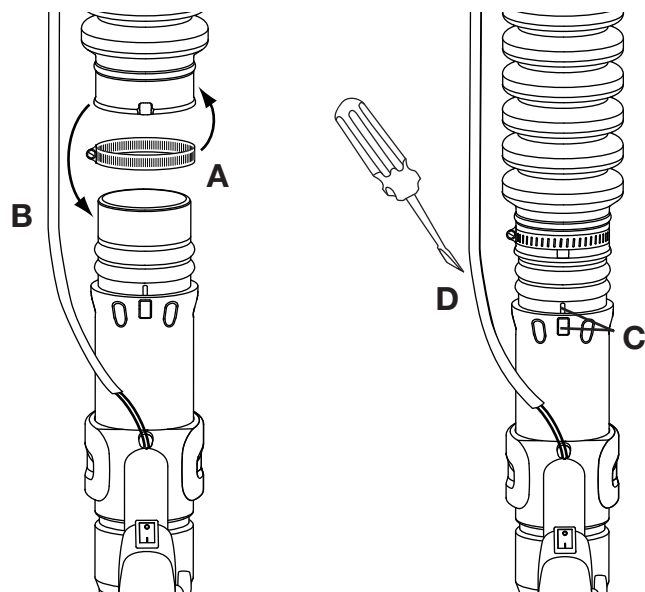

Fig. 2
1. Placer un collier de serrage à l'autre extrémité du tube flexible (Fig. 2, A).
2. Glisser cette extrémité du tube avec le collier de serrage en place sur l'extrémité supérieure du tube de soufflage supérieur (Fig. 2, B).
3. Aligner la bosse sur le tube flexible avec celle du tube de soufflage supérieur (Fig. 2, C).
4. Serrer la visse du collier de serrage pour fixer le tube flexible au tube de soufflage supérieur (Fig. 2, D).